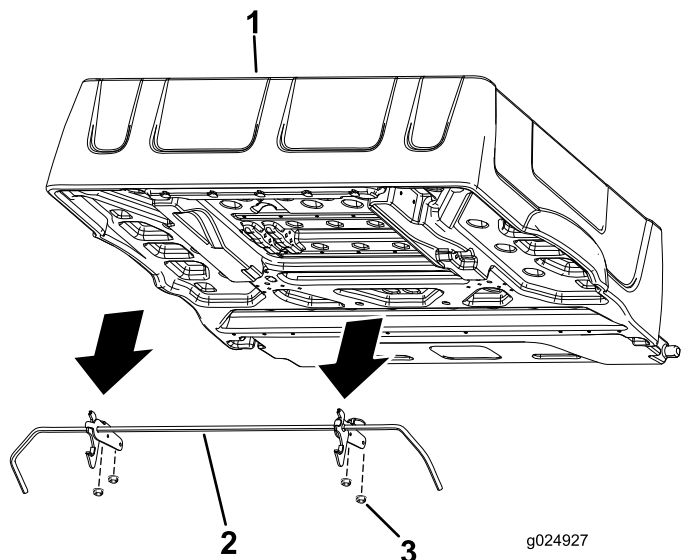

Figure 2
4. Retirez les 4 écrous à embase qui fixent les supports de tige de verrouillage à la surface inférieure du plateau (Figure 2).